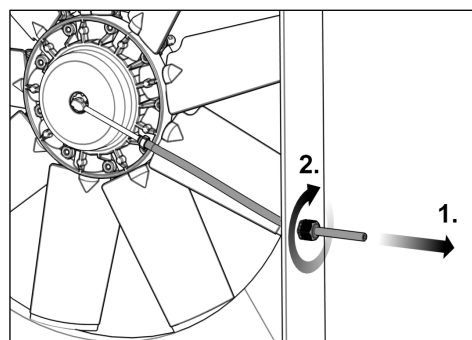

Fig. 31
- 24) Tendere il tubo flessibile pneumatico (vedi Fig. 31 Fase 1) in modo da consentire una leggera rotazione del giunto rotante (max. 15°).
- 25) Fissare il tubo flessibile pneumatico con un fermacavo (vedi Fig. 31 Fase 2).